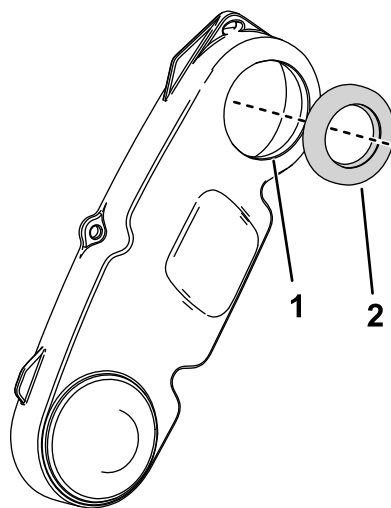

Рисунок 9
6. Смажьте уплотнительную кромку крышки привода барабана и запрессуйте уплотнение в крышку заподлицо (Рисунок 9).